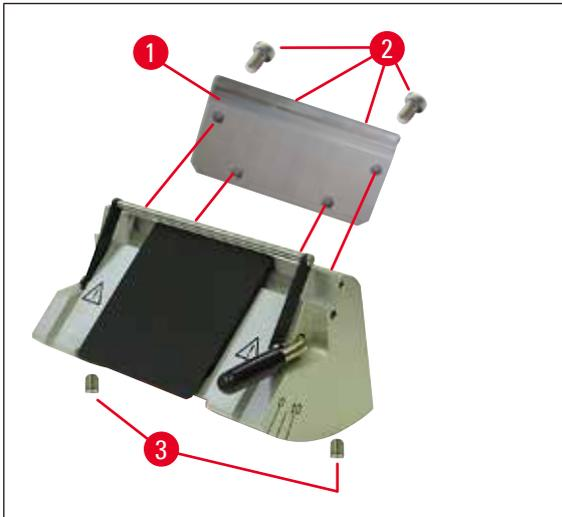
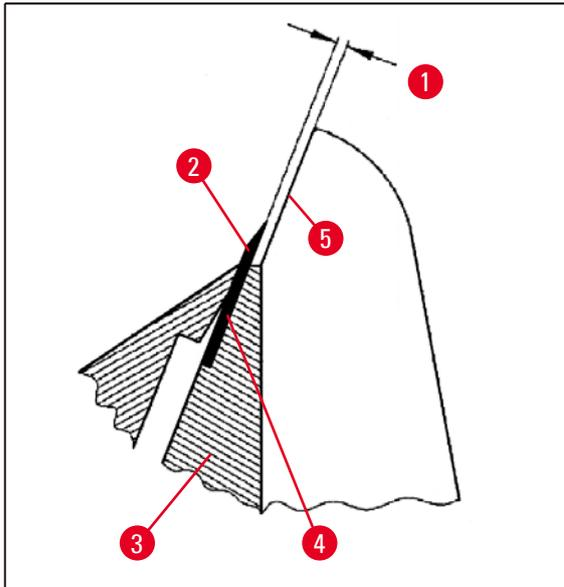

Abb. 34
Abb. 35
- Beim Einbau darauf achten, dass die Oberkante der Andruckplatte (→ Abb. 40-4) parallel und auf gleicher Höhe mit der Oberkante der hinteren Andruckplatte (→ Abb. 40-2) ist (siehe (→ S. 46 – Abb. 34), (→ S. 47 – Abb. 35)). Wenn erforderlich, Andruckplatten justieren (→ S. 49 – 5.9.10 Übersicht – Zubehör).